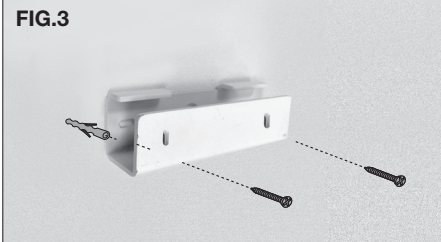

FIG.3
- Fissare a muro la piastrina con due tasselli di adeguate dimensioni, INTERASSE 100mm. **FIG.3**